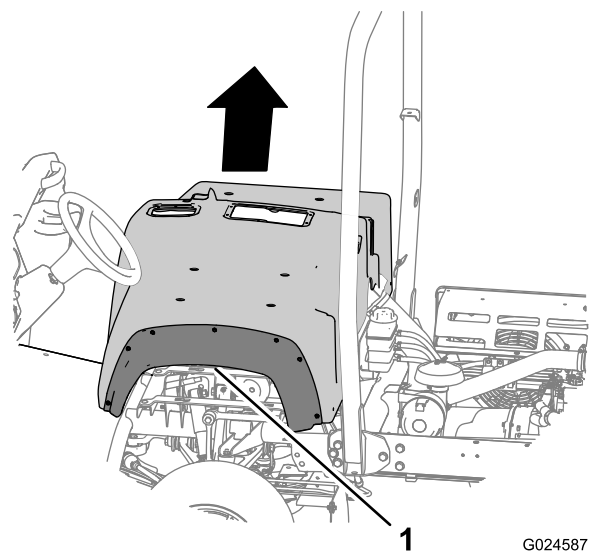

Figura 13
3. Eleve o resguardo do banco e remova-o da máquina (Figura 13).